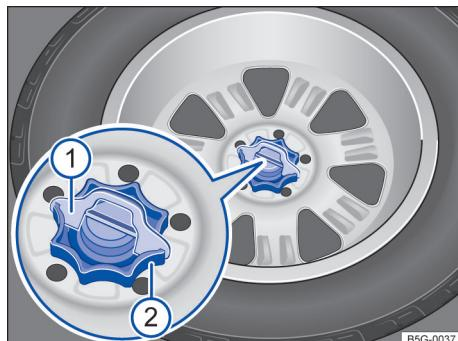

Fig. 183 No compartimento de bagagem: **[A]** Roda recartilhada para fixar a roda sobressalente. **[B]** Roda recartilhada para fixar a roda de emergência.
- Conforme o caso, extraia a cunha de segurança contra rodagem → **Fig. 183 (1)** para cima.